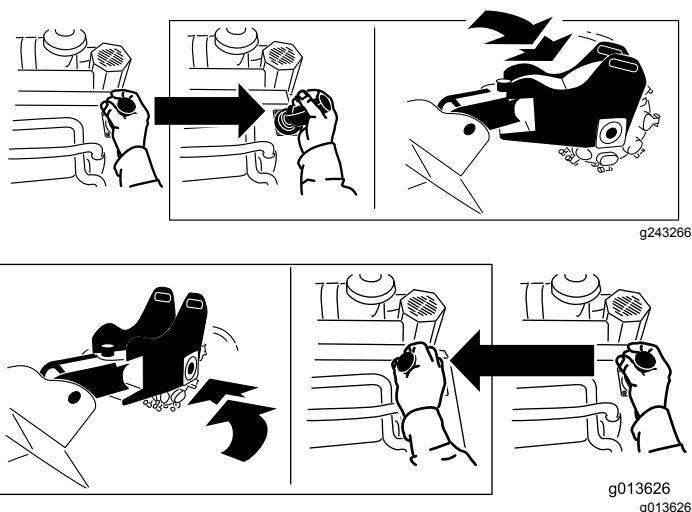

Figura 14
- Para girar el desbastador a la derecha o a la izquierda, mueva la palanca en la dirección deseada (Figura 14).